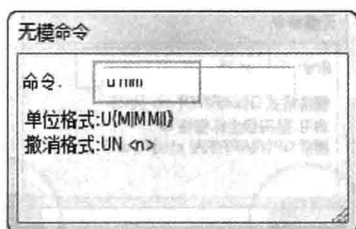
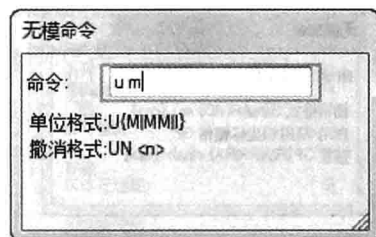

图 5-48 将单位设置为毫米
图 5-49 将单位设置为密尔
(1) 设置单位。可以在全局参数中设置, 也可以利用无模命令“u”来设置。“u mm”可以将单位设置为毫米, 如图 5-48 所示。“u m”可将单位设置为密尔, 如图 5-49 所示。